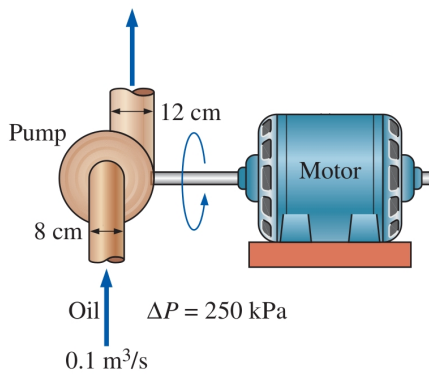

Figura 5: Bomba.
**Exercício 5.** Um conjunto bomba-motor consome  $25 \text{ kW}$  de energia elétrica enquanto bombeia óleo ( $\rho = 860 \text{ kg/m}^3$ ) a uma vazão de  $0,1 \text{ m}^3/\text{s}$ . Os diâmetros de entrada e saída do tubo são  $8 \text{ cm}$  e  $12 \text{ cm}$ , respectivamente (ver figura 5). Se a elevação da pressão do óleo na bomba for medida como  $250 \text{ kPa}$ , determine a potência de bomba necessária para manter o escoamento. **Resposta:**  $\dot{W}_{bomba} = 11,3 \text{ kW}$ .